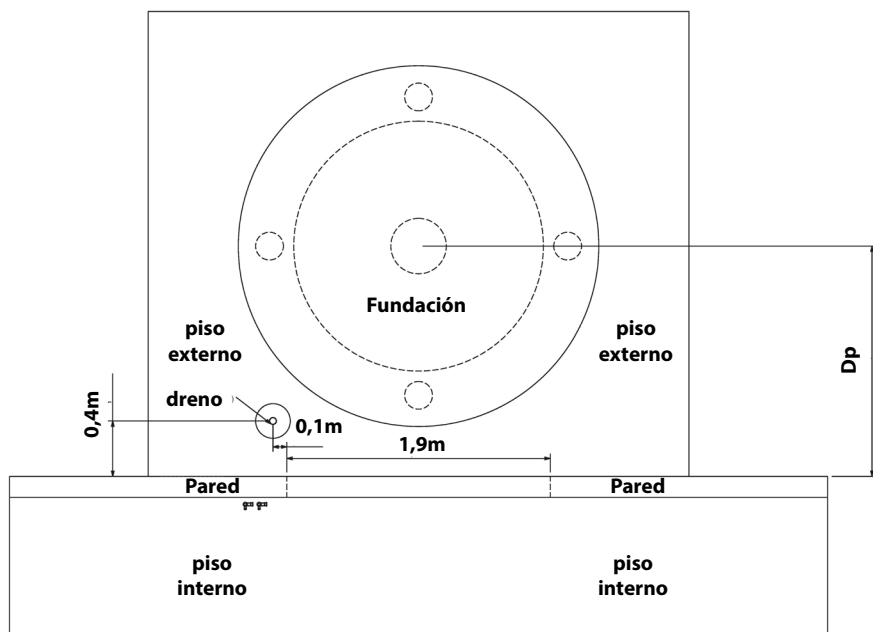

Fig. 3.1 - Vista superior da construção civil
- El drenaje de limpieza del enfriador debe ser instalado conforme a Fig. 3.1 e 3.3 Como sugerido, instale un tubo con una sobra de 200 milímetros para fuera del piso.